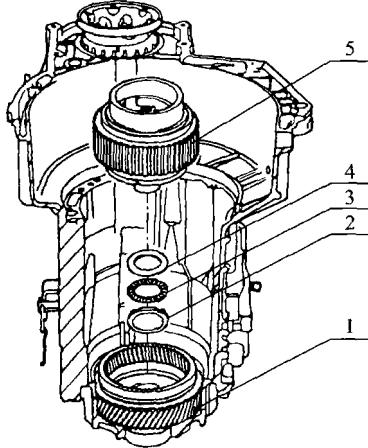

图 5-26 安装带垫圈的推力滚针轴承和行星架
(2) 将带垫圈的推力滚针轴承和行星架装入主动齿轮(齿圈), 如图 5-26 所示。